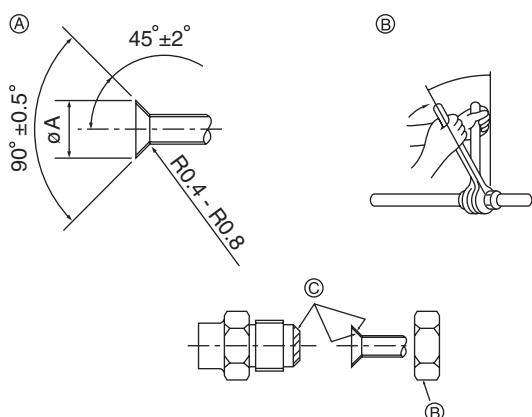

Fig. 4-1
- ② Lorsque le raccordement des tuyaux est terminé, utiliser les vis de fixation pour attacher l'appareil intérieur à la structure de montage mural.
4.1. Connexion des tuyaux (Fig. 4-1)